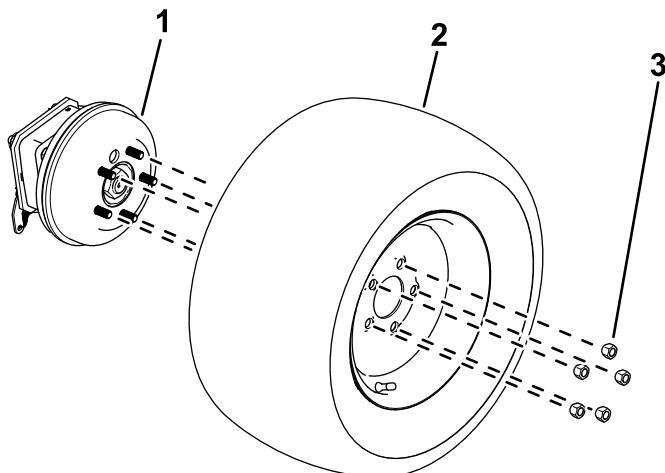

Figura 12
1. Slăbii și îndepărtați prezoanele roilor (Figura 12).
2. Îndepărtați roile de la butuci (Figura 12).
- Utilizai piuliele îndepărtate anterior pentru a fixa anvelopele pe butucii roilor (Figura 12).